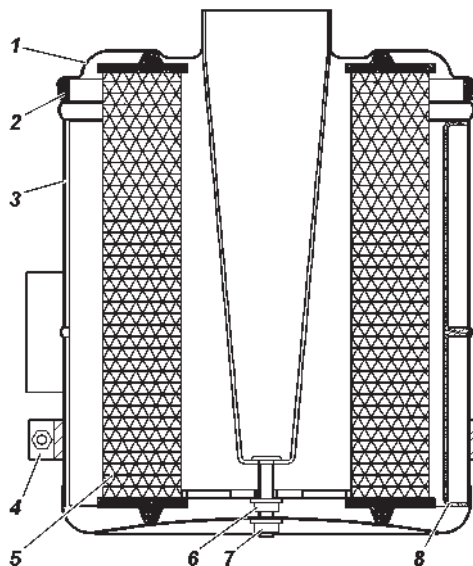

Рис. 9.11. Воздушный фильтр:
- отверните гайку хомута 4 (рис. 9.11), снимите хомут и воздушный фильтр;